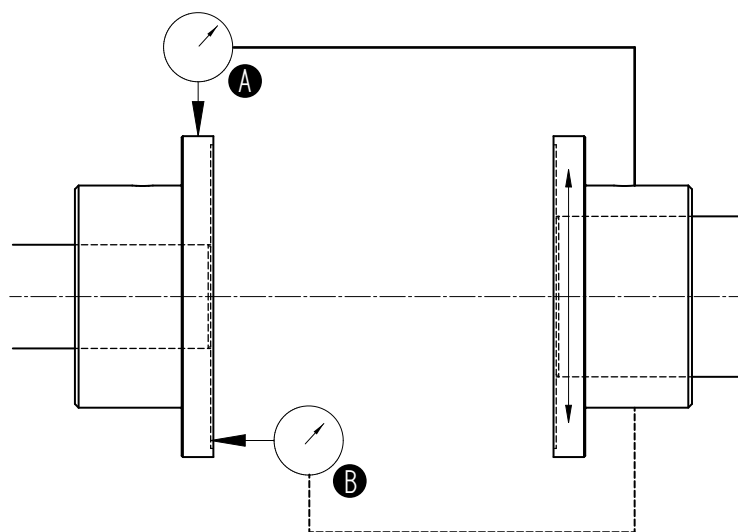

Figure 3: Alignement de l'accouplement, A= Parallèle, B= Angulaire.
Pour les accouplements, utilisez un comparateur à cadran, comme illustré figure 3. Les valeurs d'alignement sont des valeurs maximales pour un service continu, voir paragraphe 3.4.4 "Tolérances d'alignement de l'accouplement".
- 1 Montez le comparateur à cadran (A) sur le demi-accouplement côté moteur, voir figure 3.
- 4 Relevez la valeur indiquée par le comparateur à cadran (A). Ajoutez ou retirez des cales sous le moteur, jusqu'à ce que le comparateur à cadran fournisse une valeur comprise dans les limites des tolérances admissibles, voir paragraphe 3.4.4 "Tolérances d'alignement de l'accouplement".
- 6 Retirez le comparateur à cadran (A).
- 1 Montez le comparateur à cadran (B) sur le demi-accouplement côté moteur, voir figure 3.
- 4 Relevez la valeur indiquée par le comparateur à cadran (B). Déplacez le moteur de côté jusqu'à réduire la déflexion de moitié, voir paragraphe 3.4.4 "Tolérances d'alignement de l'accouplement".
- 6 Retirez le comparateur à cadran (B).